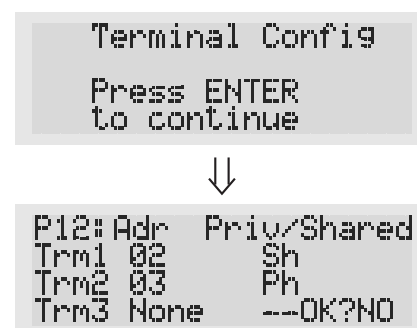

Fig. 5
- premendo ancora una volta il tasto ↵ verranno visualizzate in sequenza le maschere di Fig. 5;
- pressing ↵ again displays the screens shown in Fig. 5, in sequence;